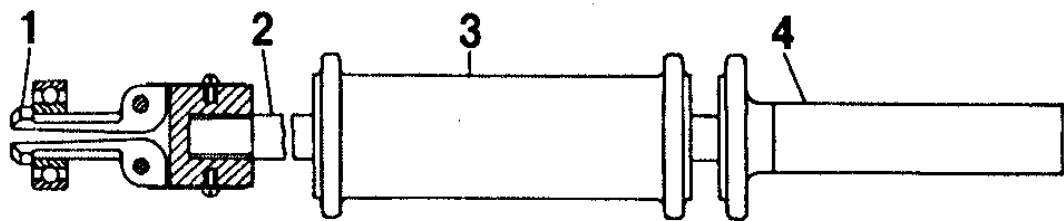

Рис.55. Съемник 7823-6090 для выпрессовки подшипника первичного вала коробки передач из коленчатого вала:
58. При необходимости съемником 7823-6090 выпрессовать из гнезда коленчатого вала подшипник первичного вала коробки передач (рис.55).